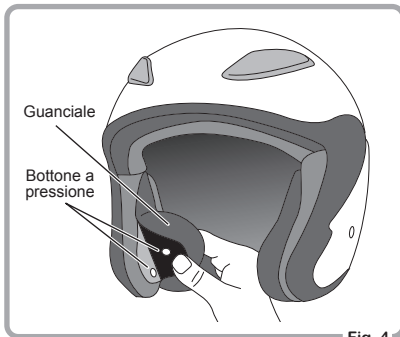

Fig. 4
- ③ Attaccare i 2 bottoni a pressione per completare il fissaggio dei guanciali. Seguire lo stesso procedimento sull'altro lato come illustrato in Fig.4.